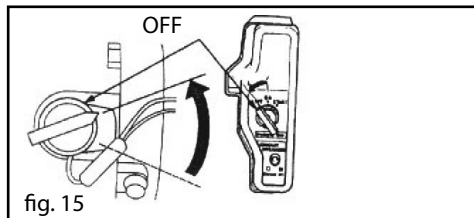

fig. 15
- Portare l'interruttore del motore in posizione "OFF" (Fig. 15).